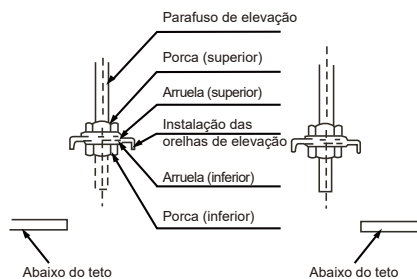

Figura 7
1. Ajuste as posições das porcas; o tamanho da abertura entre a arruela (inferior) e o teto deve ser baseado no trabalho de construção propriamente dito. Consulte a Figura 7.